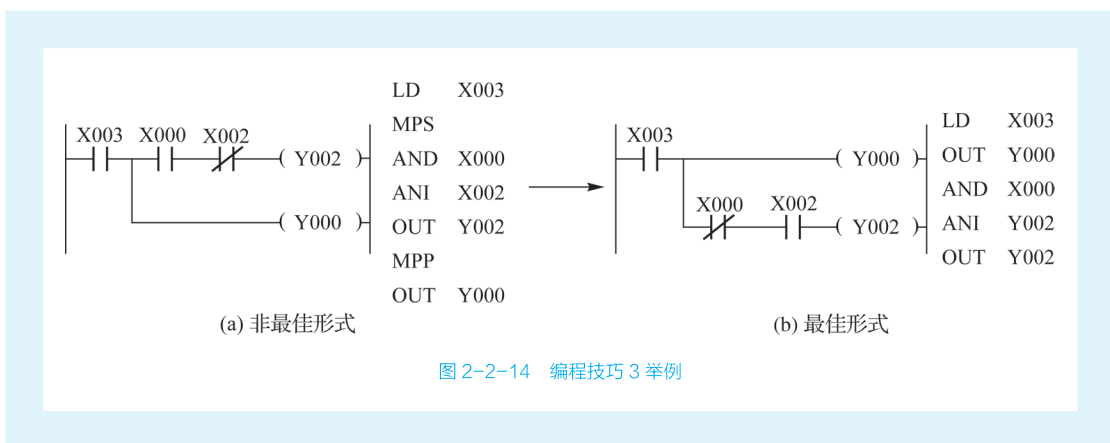

图 2-2-14 编程技巧 3 举例
(3) 多重输出电路, 最好将串联触点多的电路放在下边, 如图 2-2-14 所示, 可不使用 MPS、MPP 指令等。